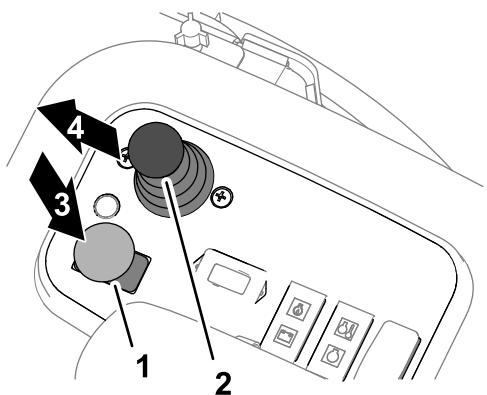

Figura 35
- Ponga el interruptor de la transmisión de las unidades de corte en DESENGRANADO (Figura 35).
- Utilice la palanca bajar/segar/elevar para bajar las unidades de corte (Figura 35).